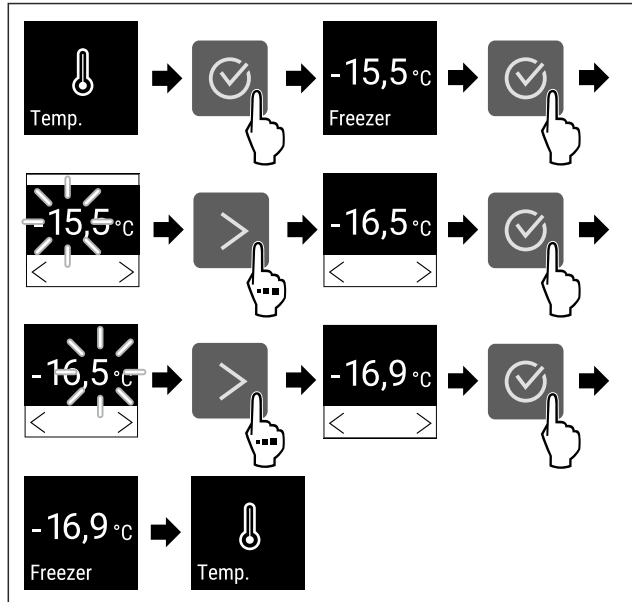

Fig. 65 Temperaturwechsel von -15,5°C auf -16,9°C
- Handlungsschritte (siehe Fig. 65) durchführen.